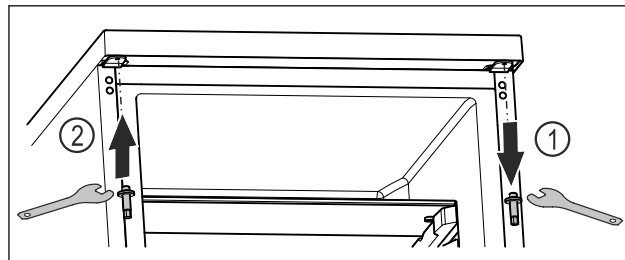

Fig. 19
- ▶ Dévisser l'axe supérieur avec une clé mâle coudée pour vis à six pans creux. Fig. 19 (1)
- ▶ Serrer l'axe du côté opposé avec une clé mâle coudée pour vis à six pans creux. Fig. 19 (2)